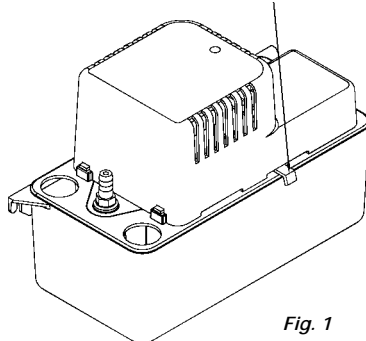

Fig. 1
- Carefully unpack the pump. Remove the cardboard packing from the motor cover air slots. Carefully slide the packing away from the pump. This packing is used to prevent switch movement during shipment (Fig. 1).
1. Déballez la pompe avec précaution en faisant glisser l'emballage. Enlever l'emballage de carton des fentes d'aération qui se trouvent sur le couvercle du moteur. Cet emballage est destiné à éviter le mouvement des commutateurs pendant le transport (Fig. 1).
- Desempaque la bomba cuidadosamente. Quite el embalaje de cartón de los orificios de ventilación de la cubierta del motor. Retire el embalaje de la bomba, haciéndolo deslizar cuidadosamente. Este embalaje se usa para evitar el movimiento de los interruptores durante el transporte (Fig 1).